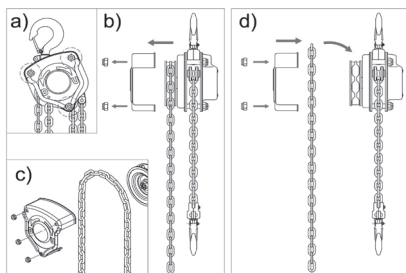

Fig. 4
- Le palan, y compris la chaîne de charge et les crochets, ne doit pas être démonté ou réparé par un personnel non autorisé, à l'exception du retrait du couvercle de protection de la chaîne manuelle, qui est nécessaire pour son remplacement par l'utilisateur. Tout démontage ou toute réparation non autorisé(e) soulève Beta Utensili de toute responsabilité en découlant. Remarque: la procédure de remplacement de la chaîne manuelle est illustrée à la figure 4.